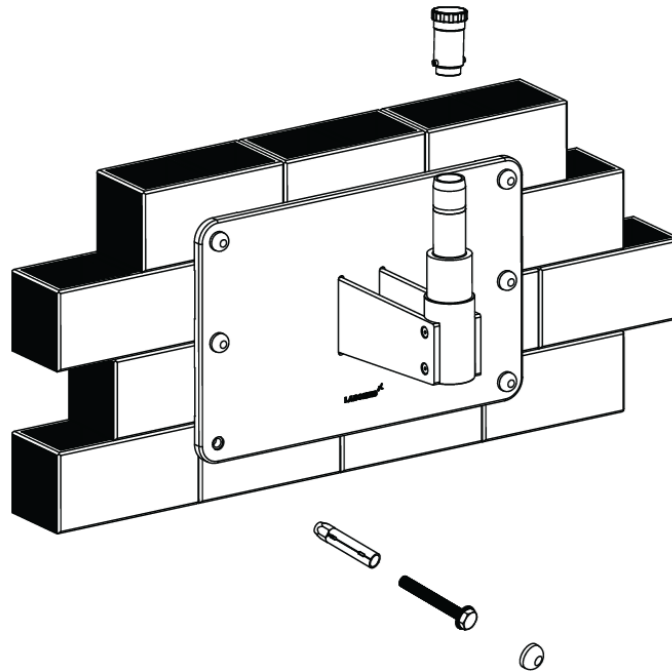

Figura 23
2. Coloque un nivel en la parte superior de la placa posterior para comprobar la nivelación horizontal. Consulte la figura 23.
3. Utilice un juego de llaves de tubo y trinquete de 17 mm para aflojar ligeramente los seis (6) pernos de palanca en las esquinas del soporte de pared.
Al suelo. Véase la figura 23.
7. Revise el otro lado e inserte las cuñas según sea necesario y luego ajuste los pernos de palanca. Vea la figura 23.
2. Desatornille el tapón roscado del eje de montaje en pared como se muestra en la figura 23.